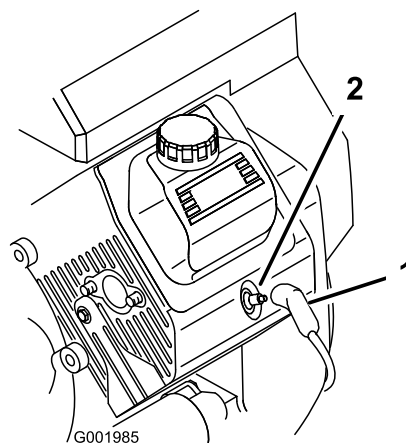

Figura 50
3. Desconecte los cables de las bujías (Figura 50).
3. Conecte los cables a las bujías (Figura 50).